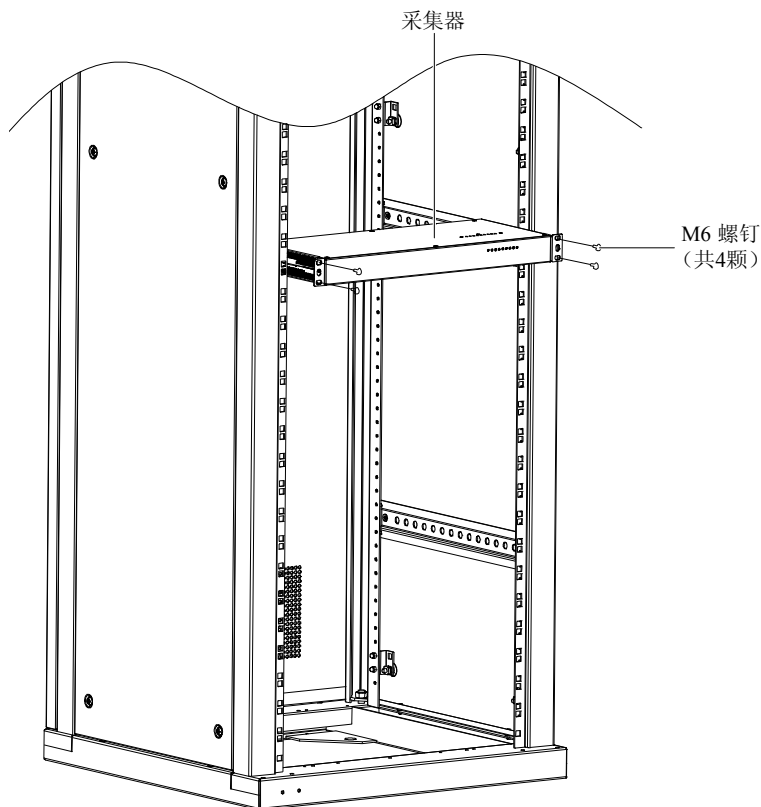

图2-6 安装在机柜中
4. 将采集器放到机柜导轨上，推入机柜中，直到推不动为止，如图 2-6所示。